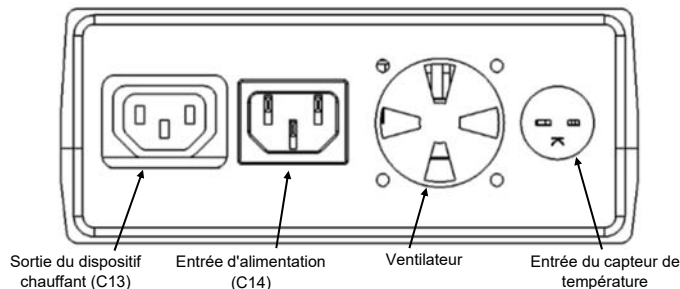

Figure 1
3. Branchez le cordon d'alimentation électrique à la prise d'alimentation électrique du régulateur (voir Figure 1).
8. Branchez le cordon d'alimentation du dispositif chauffant à la prise de sortie du dispositif chauffant du régulateur (voir Figure 1).